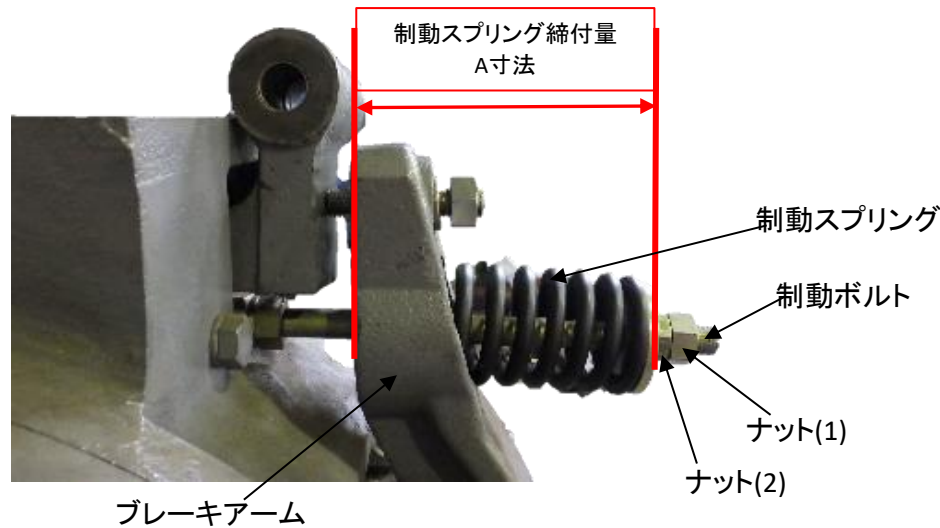

図 9 ： スプリング制動ボルト取付け図
ブレーキを元に戻す際、まず制動ボルトを図 9 の様に取り付けて下さい。
(3) 制動スプリング荷重設定
- ① ブレーキON (ブレーキ電源OFF) であることを確認し、ブレーキが効いている状態にして下さい。
- ② 制動スプリングは巻上機及びモーターの出力によってセット荷重が異なるため「ナット（１）」の締込み量でスプリングのたわみ量（図9のA寸法）を調整して下さい。
- ③ 制動スプリングA寸法が表6の設定値「A」になる様「ナット（１）」を締込んで下さい。
- ④ 次に「ナット（２）」を締込み、しっかり固定して下さい。